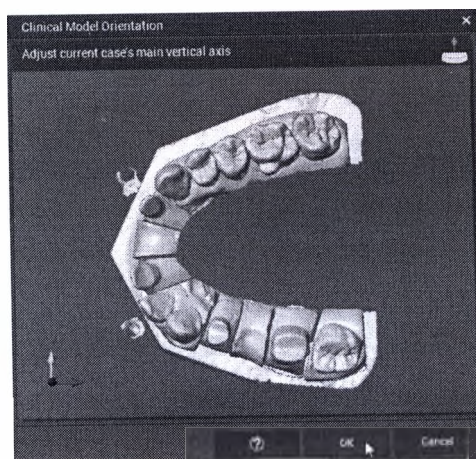

Рис.14 Расположить дугу в плоскости прикуса
7. Щелчком правой кнопки мыши разместить дугу в плоскости прикуса (рисунок 14).